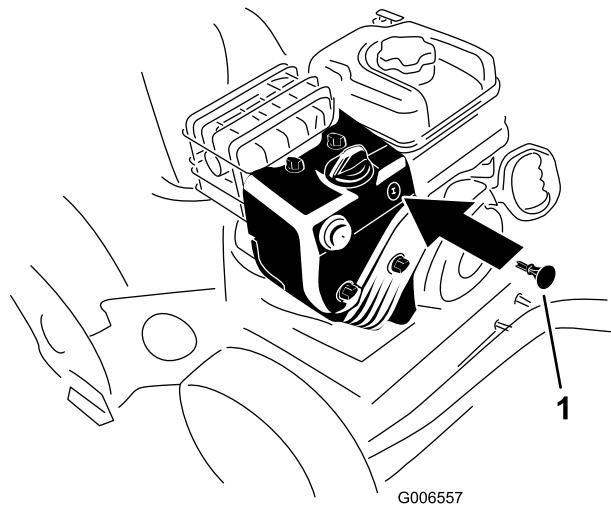

Figure 29
3. Insérez la clé de contact dans le commutateur d'allumage (Figure 29).